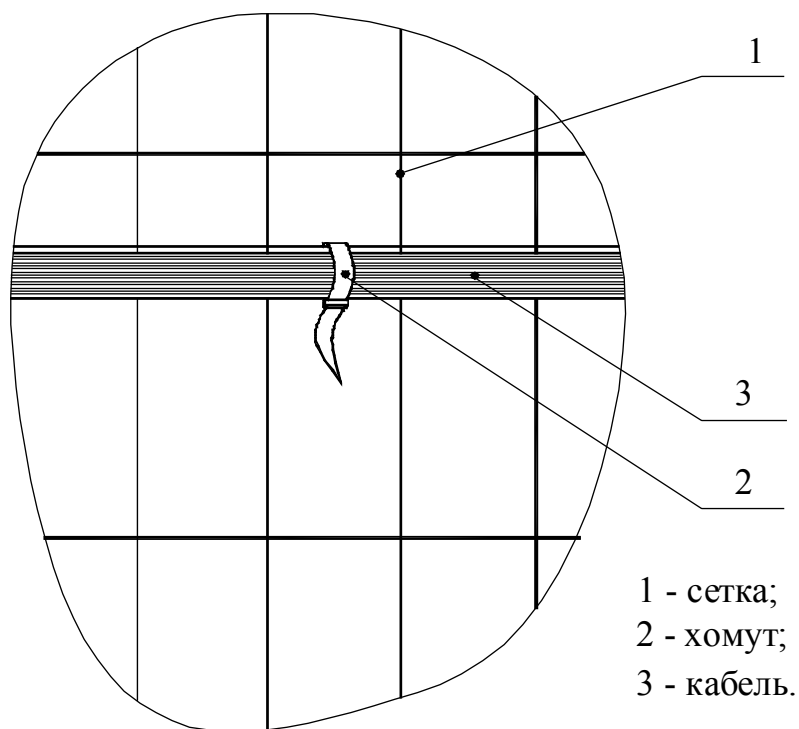

Рисунок 5.5
- 1) взять пластиковую стяжку ШППВ7.02.010 из состава комплекта монтажных частей, завести хомут за кабель и продольную нить СЗ, как показано на рис. 5.5;